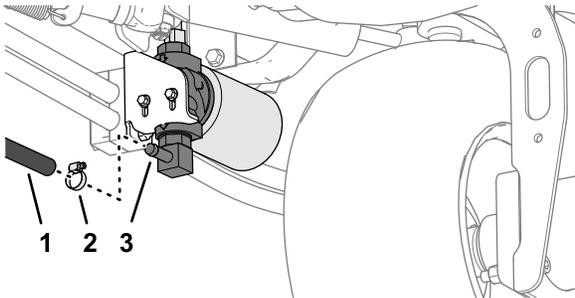

Figure 10
1. Retirez le collier qui maintient le flexible de retour du réservoir sur le raccord cannelé de la tête du filtre à huile hydraulique (Figure 10).
2. Débranchez le flexible de retour du réservoir et vidangez tout le liquide hydraulique présent dans la tête du filtre et le flexible (Figure 10).
3. Reposez le flexible de retour du réservoir et le collier sur le raccord cannelé et serrez le collier (Figure 10).